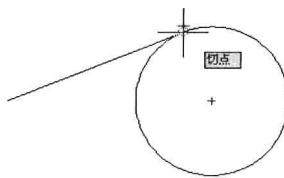

图 2-7-4
(6) 移动光标至圆周线上，显示出切点捕捉标记，如图 2-7-4 所示，单击切点，按 Enter 键，圆的切线绘制完成。